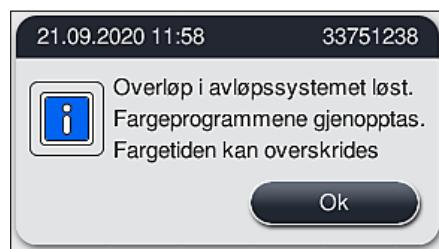

Fig. 123
- ✓** Hvis det blokkerte vannet forsvinner, vises en ny melding på skjermen (→ "Fig. 123") og brukeren kan fortsette fargeprogrammene. Trykk på **OK** (→ "Fig. 123") for å fortsette.
1. Hvis videre rengjøringsforsøk lykkes og blokeringen kan fjernes, synker vannivået under det kritiske nivået. En melding på skjermen (→ "Fig. 123") viser brukeren at fargeprogrammene kan fortsettes. Trykk på **OK** (→ "Fig. 123") for å fortsette. Programmenes start-status vises, og programmene i prosessen fortsetter automatisk.